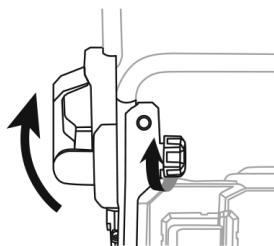

Рис. 5
3. Закройте быстроразъемные рычаги, чтобы зафиксировать нижнюю рукоятку в нужном положении, и затяните фиксатор ручки с обеих сторон для фиксации рычагов (Рис. 5).